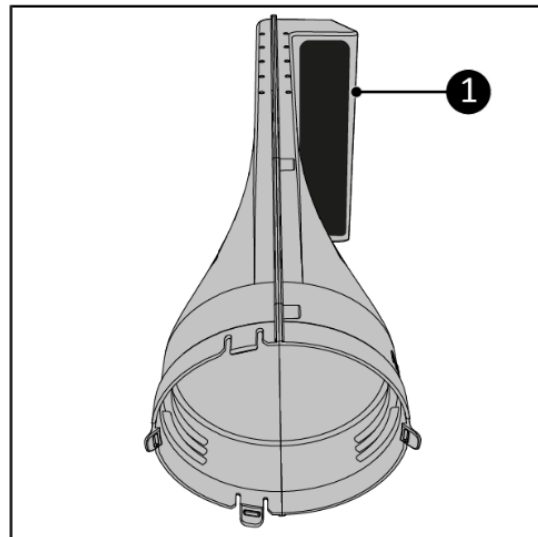

Figura 25.
4. Așezați dispozitivul de ieșire pentru set de ferestre(**15**) în fața dvs., astfel încât orificiul rotund să fie orientat spre dvs. (Figura 25).
5. Asigurați-vă că orificiul de evacuare a aerului (Figura 25, articolul 1) este orientat spre dreapta.